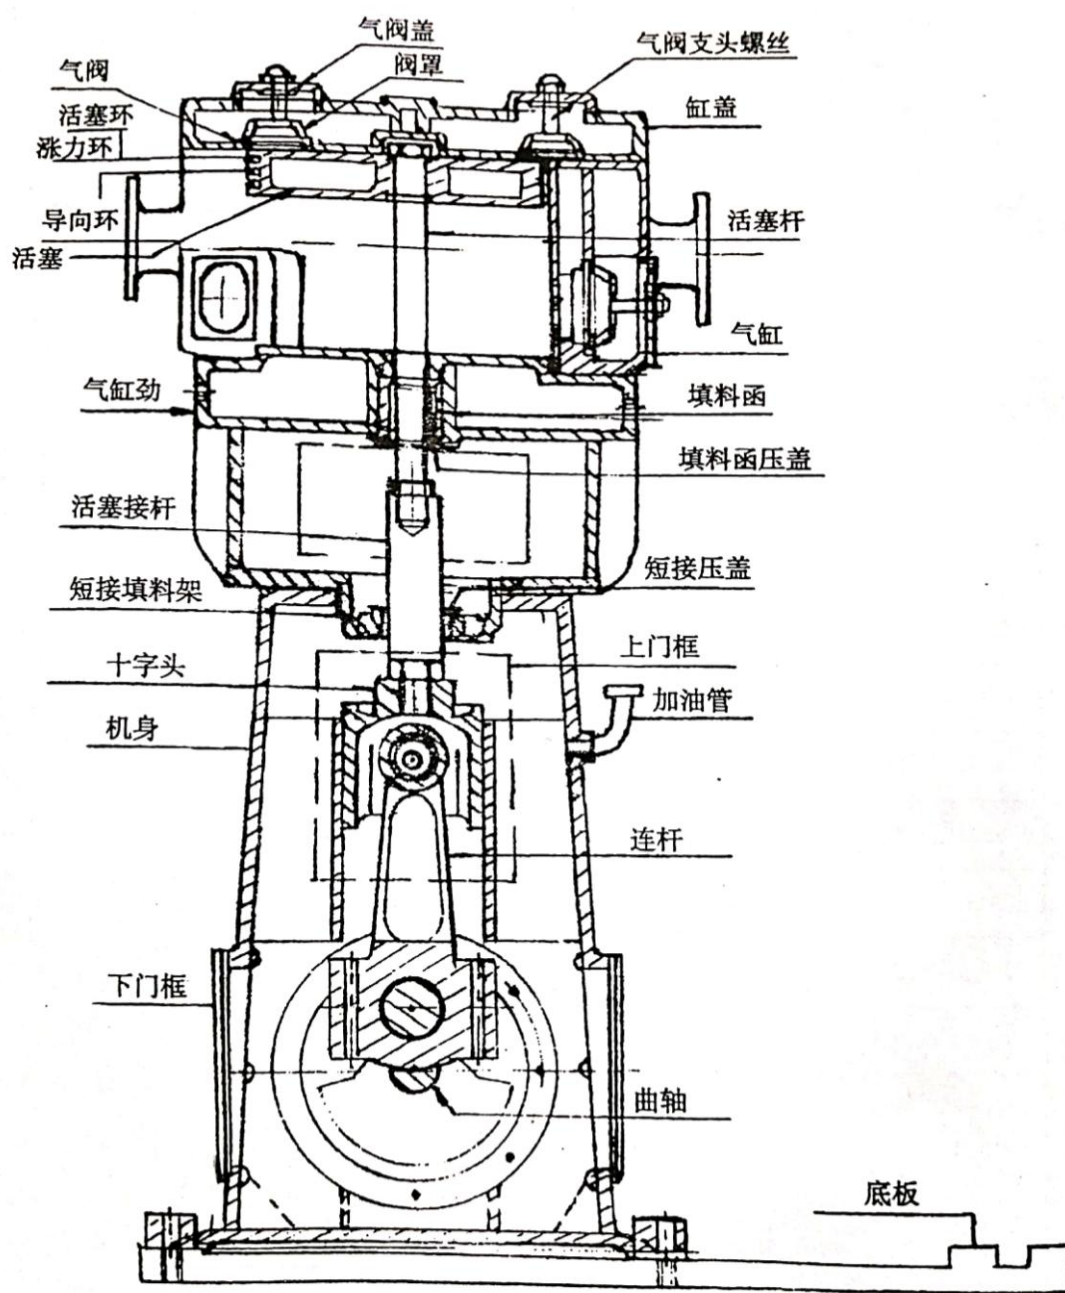

图 5.2 WLW-D/F/T 型结构示意图
5、隔腔：为防止填料部件失效引起物料泄漏，污染曲轴箱内润滑油，加装隔腔部件，从而彻底隔绝过流部分和运动部件的接触途径，保证真空系统的绝对无油。特别适用于物料具有一般腐蚀性，对机油有较强敏感度或要求有极高清洁度的尾气回收等环境（结构见图 5.2）。